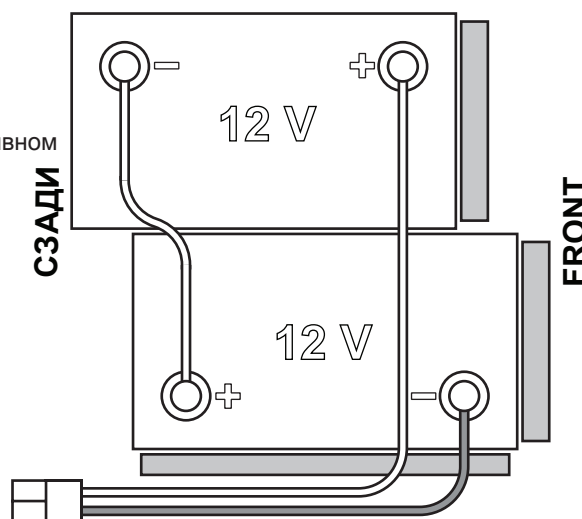

Рис. 1
Для машины необходимы 2 аккумулятора 12 В., подключенные согласно схеме, указанной на рис. 1.
1. Извлеките ключ пользователя (51).
2. Отсоедините разъем аккумуляторной батареи (9).
3. Поднимите крышку (34) и убедитесь, что бак (33) пуст, в противном случае опорожните его с помощью сливного шланга (12).
4. Закройте крышку (19).
5. Возьмитесь за ручку (16) и осторожно поднимите бак (33).
7. Подведите и установите провод, как показано на рис. 1, а затем затяните фиксирующие гайки на клеммах.
8. Установите защитный колпачок на каждую клемму и подсоедините разъем аккумулятора (9).
9. Возьмитесь за ручку (16) и осторожно опустите бак (33).